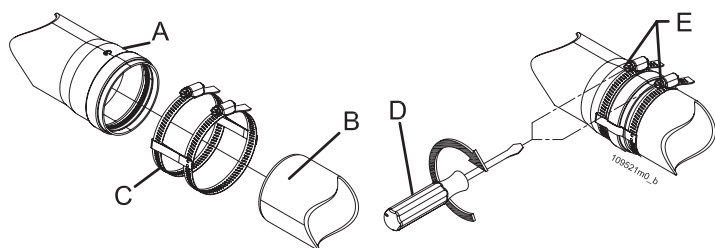

Figure 5-23 - Fixation des conduits d'évacuation et d'aspiration
**ATTENTION !!!** Fixer mécaniquement les encastresments entre les différents éléments qui composent le conduit d'évacuation et d'aspiration, à l'aide de systèmes de fixation ou équivalents. Voir la Figure 5-23